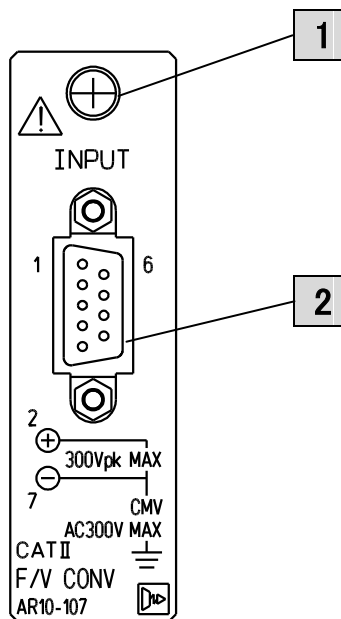

図2-5:F/Vコンバータ入力コネクタパネル
2.5 F/Vコンバータ入力コネクタパネルの名称と機能(図2-5参照)